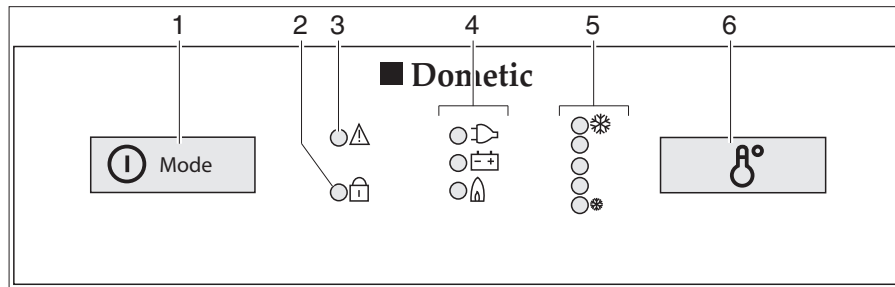

Fig. 215 Elementos de mando para el frigorífico (Dometic de la serie 8 con SMSE)
- Pulsar el conectador/selector de energía (Fig. 215,1) 2 segundos para conectar el aparato. Se ilumina el LED del último modo de funcionamiento seleccionado.
- Si fuera necesario, pulsar el conectador/selector de energía (Fig. 215,1) varias veces brevemente hasta que se ilumine el piloto gas "🔥". El suministro de gas está abierto. El encendido se realiza automáticamente. Se oye un sonido de tic-tac hasta que el proceso de encendido se haya llevado a cabo con éxito.
- Ajustar la temperatura de refrigeración con el conmutador para el ajuste de la temperatura (Fig. 215,6).
- Pulsar el conector/selector de energía (Fig. 215,1) 2 segundos para conectar el aparato. Se ilumina el LED del último modo de funcionamiento seleccionado.
- Si fuera necesario, pulsar el conector/selector de energía (Fig. 215,1) varias veces brevemente hasta que se ilumine el piloto 230 V "⚡".
- Si fuera necesario, pulsar el conector/selector de energía (Fig. 215,1) varias veces brevemente hasta que se ilumine el piloto 12 V "⊕-".